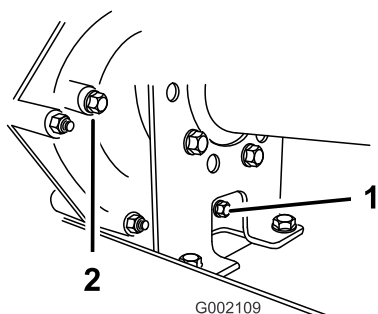
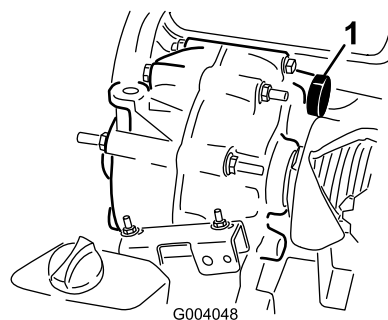

Рисунок 65
Рисунок 66
2. Тщательно протрите места вокруг пробок заливного и сливного отверстий ветошью (Рисунок 65).
4. Снимите пробку заливного отверстия, повернув ее против часовой стрелки (Рисунок 65).
5. Снимите пробку заливного отверстия, повернув ее против часовой стрелки (Рисунок 65).
6. Установите и затяните пробку сливного отверстия с прокладкой в сливное отверстие трансмиссии (Рисунок 65).
7. Долейте в бак (Рисунок 66) через заливное отверстие масло указанного типа, пока уровень масла в трансмиссии не будет на уровне нижней части резьбы. (Рисунок 65).
8. Установите и затяните пробку заливного отверстия с прокладкой в заливное отверстие трансмиссии (Рисунок 65).
10. Проверьте уровень масла и долейте его, если уровень масла ниже нижней части резьбы заливного отверстия (Рисунок 65).